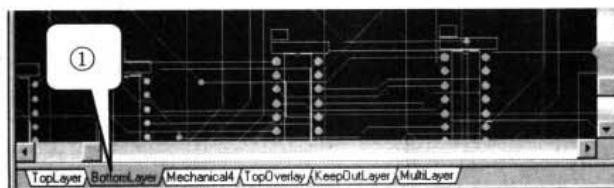

图 10-132 切换工作层面
- (1) 运行 Protel 99 SE，打开设计的 PCB 板。
- (2) 用鼠标单击如图 10-132 中①所示的 Bottom Layer 选项卡，将底层设置为当前工作层。